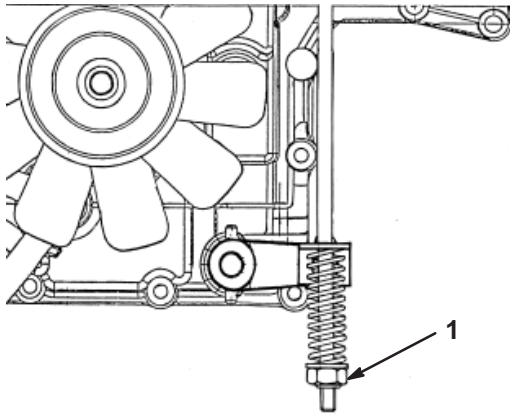

Figure 21
Le frein se trouve du côté droit de l'essieu arrière, à l'intérieur du pneu arrière (Fig. 21).
3. Tournez l'écrou de réglage du frein dans le sens horaire jusqu'à ce qu'il soit impossible de pousser la machine (Fig. 21).